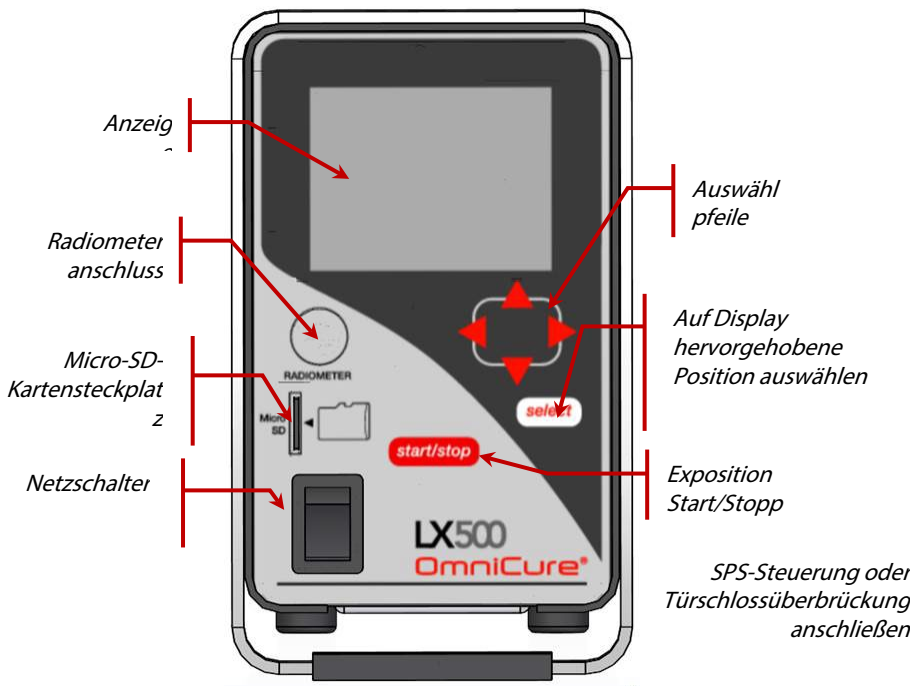

Abbildung 1 UV-LED-Kopfsteuerung (Vorderansicht)
3. Drehen Sie den Netzschalter der Steuerung auf „ON“ (EIN) (siehe Abbildung 1).